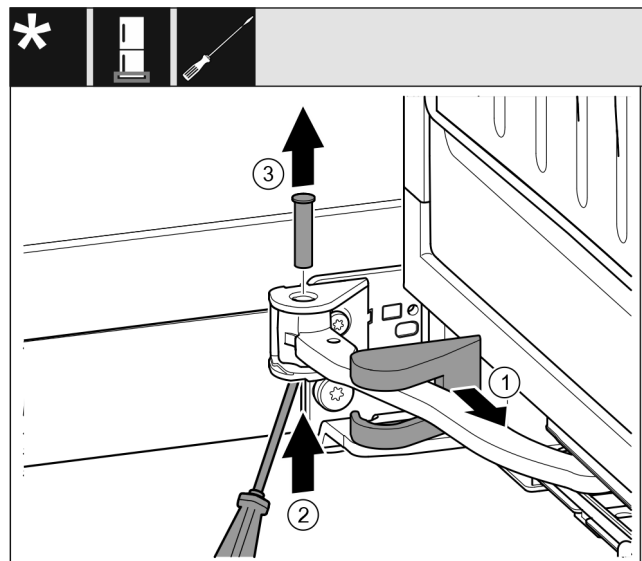

Fig. 13
- Retirer le cache du support de palier et le déplacer le long de l'articulation. Fig. 13 (1)
- Soulever par le bas le boulon avec un doigt ou un tournevis. Fig. 13 (2)
- Placer le tournevis sous la tête du boulon et le sortir. Fig. 13 (3)